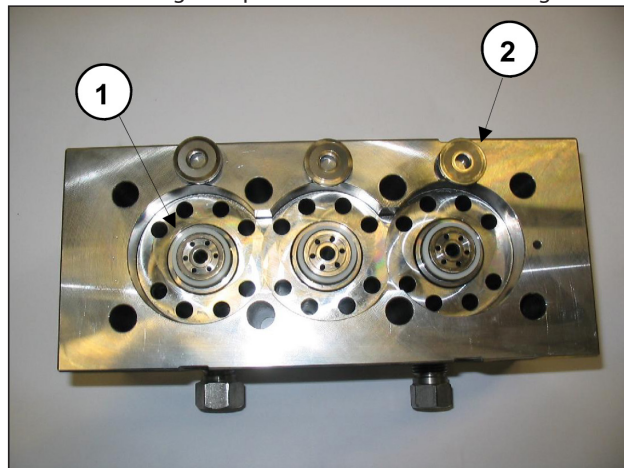

Fig. 41
Durante lo smontaggio delle camicie fare attenzione a non disperdere le sedi valvola ① e le valvole piane ②, come indicato in Fig. 41, le quali essendo posizionate solo a battuta potrebbero cadere.